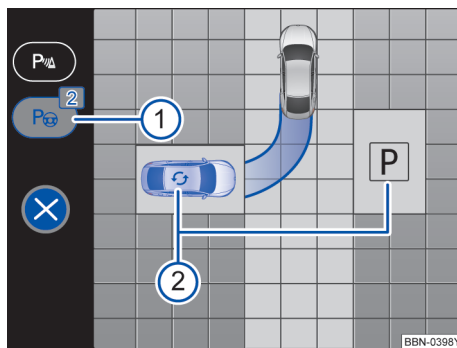

图 130 组合仪表显示: 显示泊车模式 (示意图)
组合仪表显示：显示泊车模式→图 130：
- 智能泊车辅助系统自动选择一个停车位，并在信息娱乐系统中作为首选停车位（蓝色车辆）显示→图 130②。
- 在信息娱乐系统屏幕上点击所需的停车位 → 图 130 ②。
- 点击符号  → 图 130 ②。
i 如果未激活智能泊车辅助系统，则必要时在泊车雷达系统的屏幕显示中显示识别到的停车位→图 130 ①